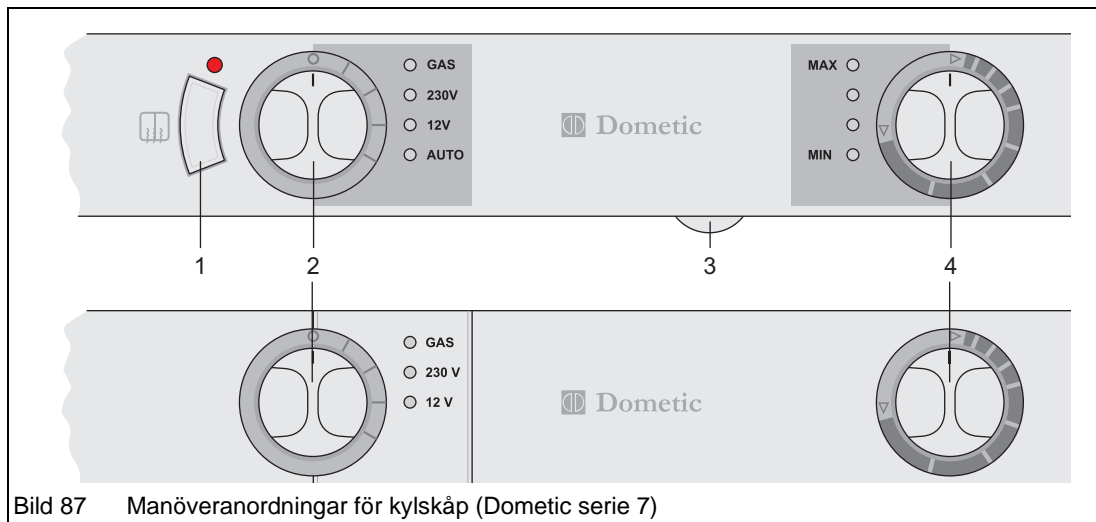

Bild 87 Manöveranordningar för kylskåp (Dometic serie 7)
- ➔ Starta kantvärmningen med omkopplare (Bild 87/1). Indikeringslampan är tänd när kantvärmning är aktiv.